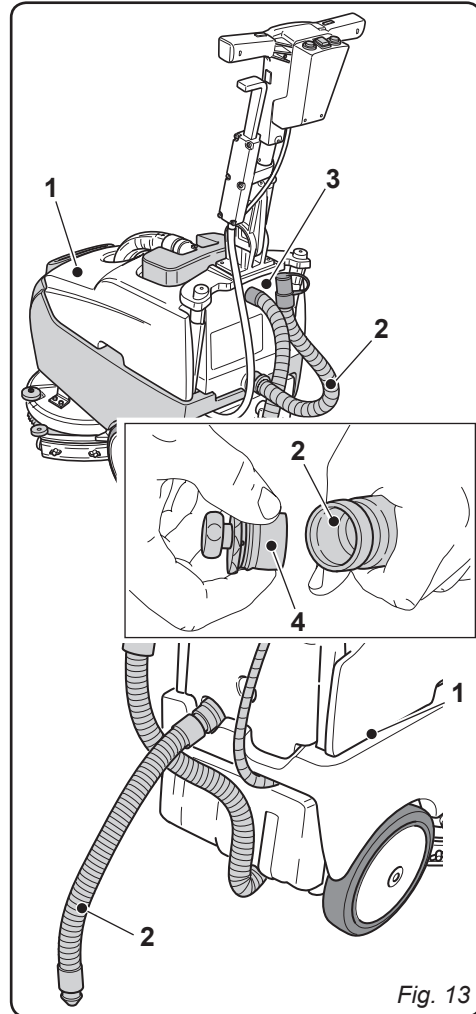

Fig. 13
10.1 SCARICO ACQUA DI RECUPERO (Fig. 13)